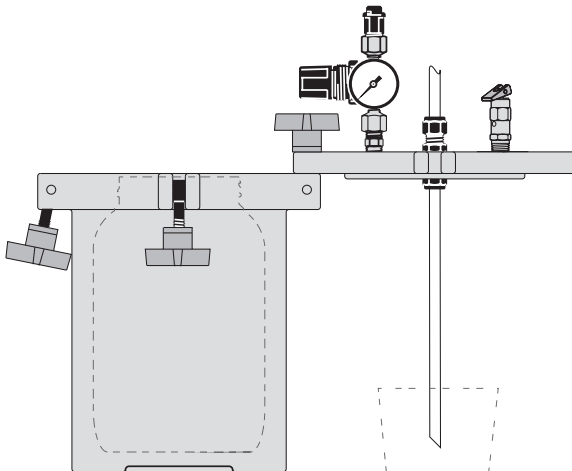

Bild 2
3. Stellen Sie sicher, dass die Manometer-Anzeige auf Null steht **3**. Wenn die Manometer-Anzeige auf Null steht, lösen Sie langsam die Deckelhalterungen **4** und entfernen Sie den Deckel wie auf Bild 2 dargestellt.
3. Behälterdeckel abnehmen und vorübergehend am Behälter mit einer Schraube befestigen. Für das Nachfüllen des Behälters verwenden Sie bitte einen Becher zum Auffangen von Material, das aus der Materialleitung auslaufen könnte. (Bild 2)